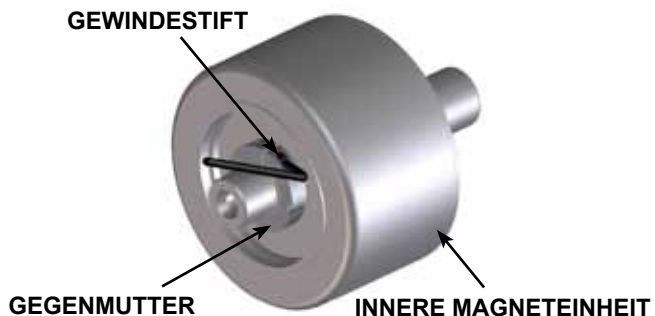

ABBILDUNG 8
12. Eine Messingstange durch einen Anschluss zwischen zwei Rotorzähne in den Rotor (36) einführen und die geteilte Gegenmutter (66) entfernen (siehe **Abbildung 8**). Die Innere Magneteinheit von der Welle abziehen. Sicherstellen, dass die äußere Anlaufscheibe (60) nicht mit der Innere Magneteinheit herauskommt. Wenn die Anlaufscheibe gegen den Wellenkeil (62) schlägt, kann sie reißen oder brechen. Stets berücksichtigen, dass der Magnet äußerst stark ist. Die Magneteinheit auf Schäden und Verschleiß untersuchen und nach Bedarf austauschen. Wenn eine weitere Demontage der Pumpe erforderlich ist, mit dem nächsten Schritt fortfahren.